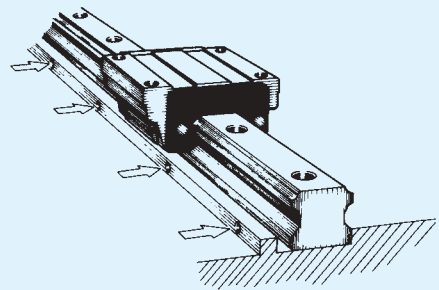

Abb. 9 Anziehen der Andruckschrauben
③ Die Andruckschrauben an der Führungsschiene anziehen, bis enger Kontakt an der seitlichen Anschlagfläche besteht (siehe Abb. 9).